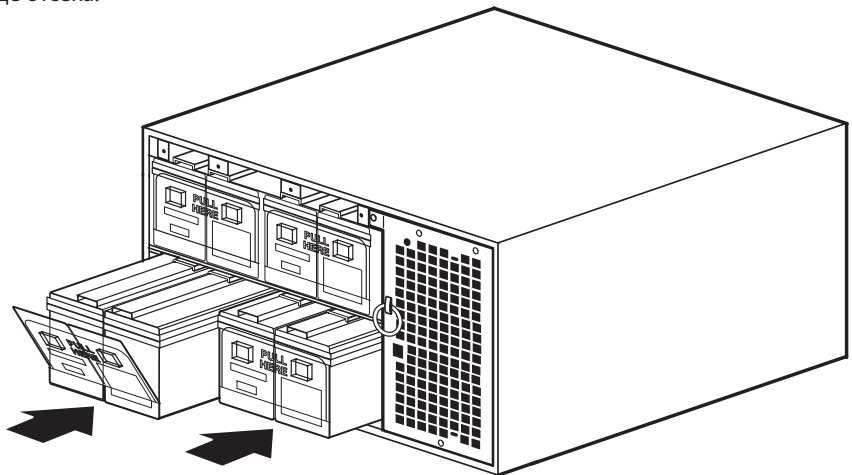

Рисунок 58. Установка аккумуляторных отсеков ИБП
5. Задвиньте новые аккумуляторные отсеки в шкаф (см. рисунок 58). Перед этим проверьте, что каждый отсек правильно выровнен.